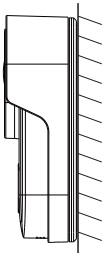

FIGURA 02
02. Fixe a tampa de encaixe do porteiro na parede (certifique-se de que a superfície esteja lisa e livre de poeira) e pressione por cerca de 30 segundos para fixá-lo, conforme figura 02.